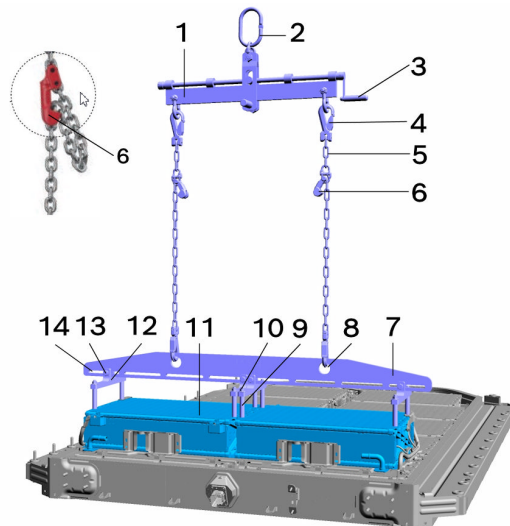

Рисунок 7: Подъем пары аккумуляторных модулей
2. Необходимо использовать укорачивающие муфты (6) для регулировки длины цепных стропов (5), как показано на Рисунок 7.